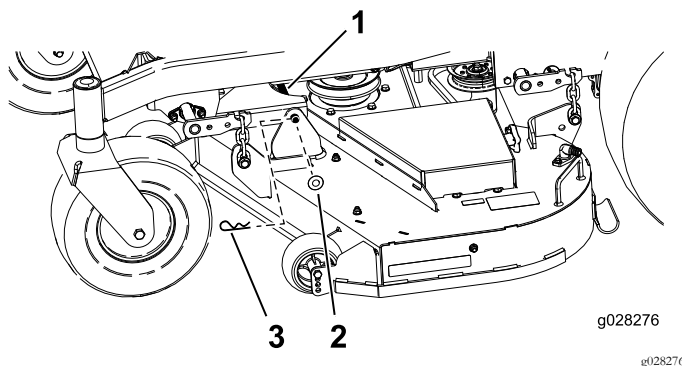

Figura 73
- Remova o perno de ganho e anilha que prendem o pino de articulação à estrutura e plataforma e remova a barra de ligação (Figura 73).
9. Prenda o pino de articulação com os contrapinos e anilhas removidos previamente (Figura 73).